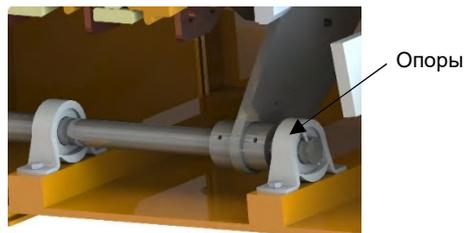

Рисунок 7.13: Опоры щеткодержателя
- Проверьте состояние подшипников, которые поддерживают щеткодержатель (рис. 7.13), и при необходимости замените их;